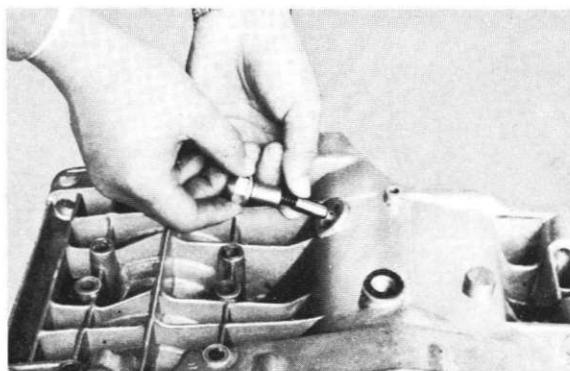

Fig. 4-15-6
- 4) Remove the change cam stopper. (Fig. 4-15-6)
- 4) Retirez l'arrêt de tambour. (Fig. 4-15-6)
- 4) Schaltnockenabschluss demontieren. (Abb. 4-15-6)